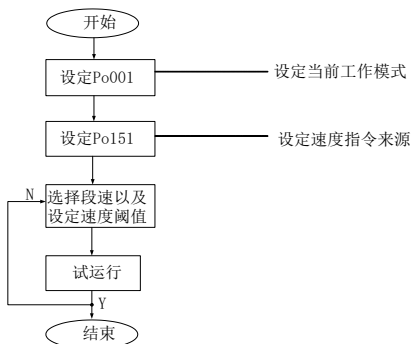

图 6.2.3 内部寄存器速度设置流程图
- ★参考图 6.2.2 或图 6.2.3 的配线说明，进行 DI/DO 信号的连线；